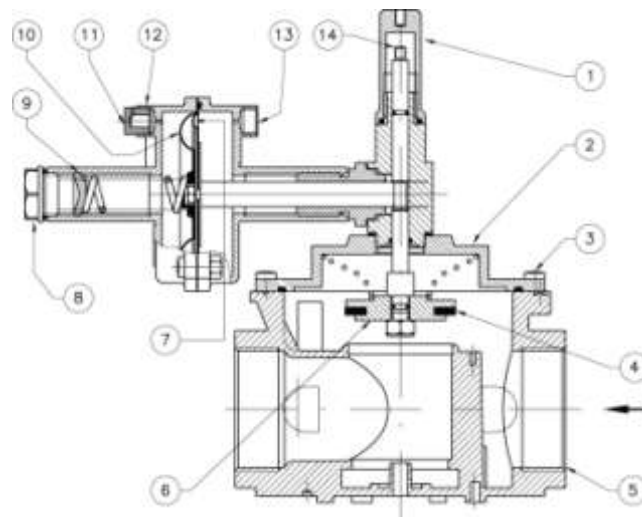

Рис. 1
Клапан (рис. 1) состоит из: рычаг механизма взвода /защитный колпачок (1); крышка (2); винты крепления крышки (3); уплотняющая прокладка (4); корпус (5); затвор (6); рабочая мембрана (7); алюминиевый колпачок (8); регулировочный винт (9); защитная мембрана (10); пылезащитный колпачок (11); отводящий патрубок G ¼" для вывода наружу (при необходимости) (12); патрубок G ¼" для подключения к системе после редуктора (13); стержень механизма взвода (14).